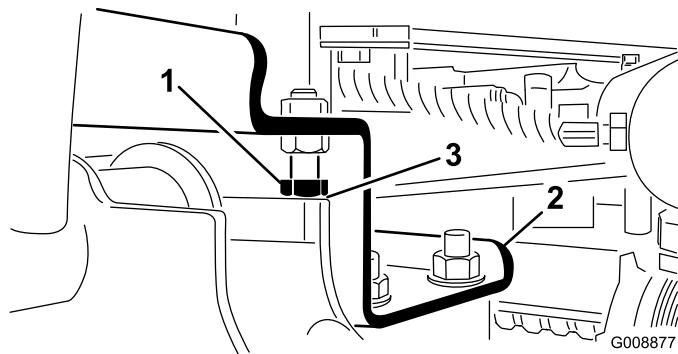

Figura 11
- A. Afloje los pernos de tope (Figura 11).
2. Compruebe que la holgura entre cada brazo de elevación y el perno de tope es de 0,13–1,02 mm (Figura 11). Si la holgura no está en este intervalo, ajuste los pernos de tope para obtener la holgura necesaria.